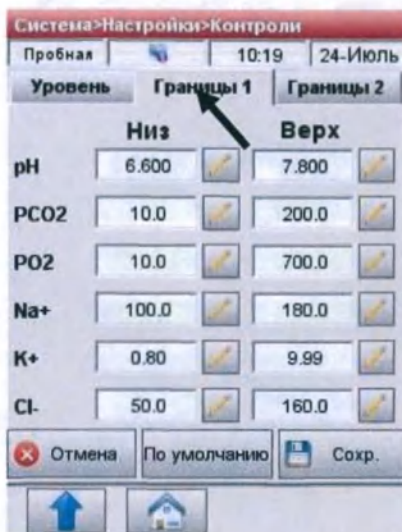

Рис.3-9 Подтвердите контрольные диапазоны
8. Нажмите вкладку **<Границы 1>** для подтверждения границ на вкладыше в упаковке, поставляемом с контрольным материалом (Рис.3-9).